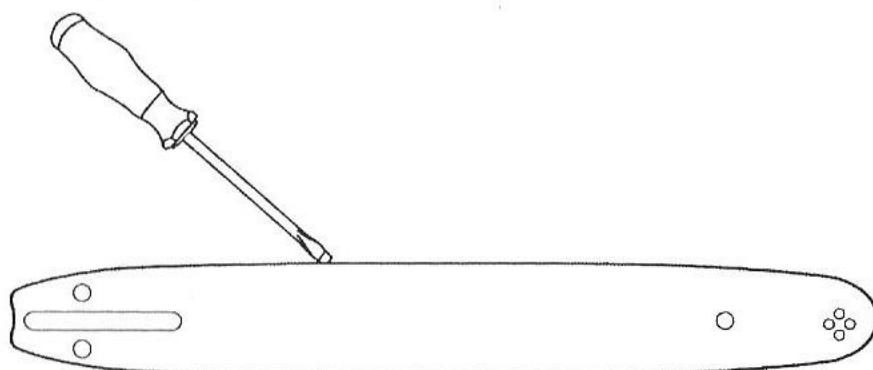

Рис. 28
1. Снимите защитный кожух (13) как описано в шагах 1 и 2 раздела „Подготовка“.
2. Чистите участок под защитным кожухом и сам кожух (13) после каждого использования и при наличии скоплений, если не будете использовать садовый инвентарь длительное время.
3. Снимите пильную цепь (8) с направляющей (7).
4. Очистите направляющую (7) при помощи специальной отвертки или подобного инструмента (Рис. 28).